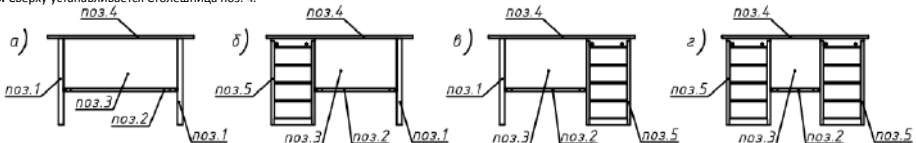

Рис. 1 Схема компоновки и устройства верстаков CL
- 3.1. Верстак (см. рис. 1) состоит из Опор поз. 1 или Тумб поз. 5, либо Опоры и Тумбы вместе.
- Прикрепить Полку поз. 2 к Опорам поз. 1 (см. рис. 3, а) или Тумбам поз. 5 (см. рис. 3, б), с помощью винтов К3 согласно своей схемы компоновки (см. рис. 1).